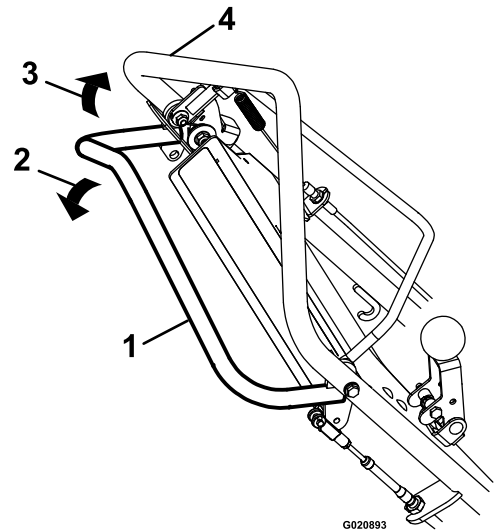

Figura 11
- Para desplazarse hacia adelante, apriete la barra de autopropulsión contra el manillar (ver (Figura 11)).